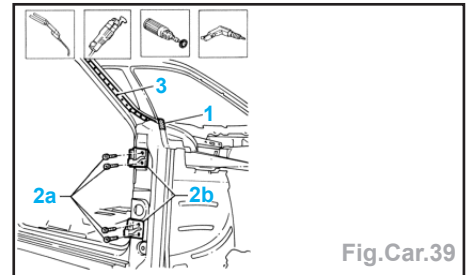

Fig.Car.39
- Enlever le traitement PVC du pied avant avec un couteau vibrant et lame appropriée (Fig.Car.39).